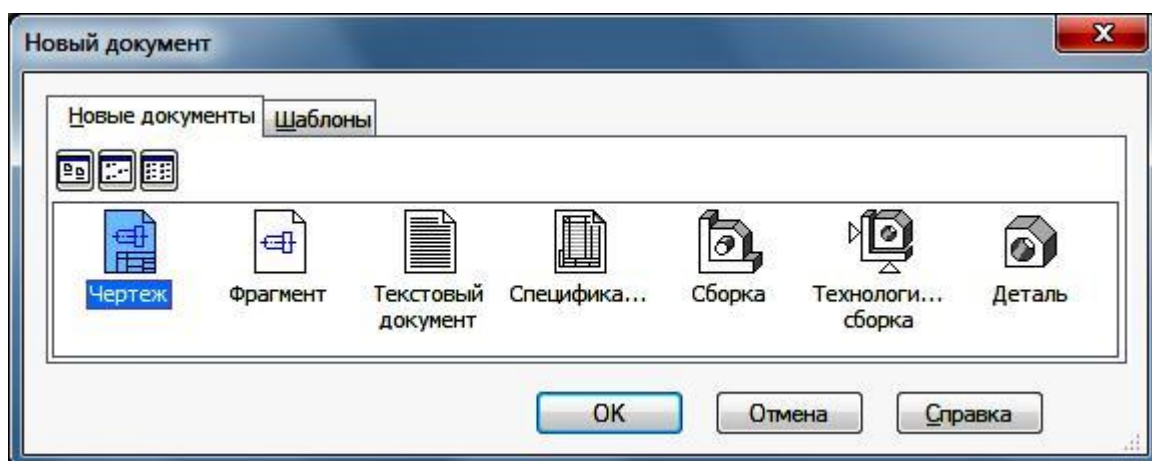

Рисунок 2 – Создание нового документа
1.1 Запустить систему автоматизированного проектирования КОМПАС. Создать новый документ **Чертеж** (рисунок 2).